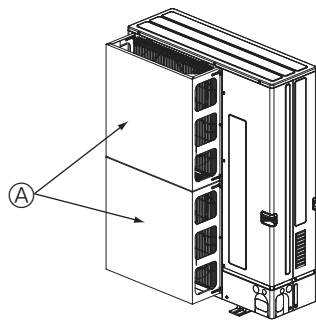

Fig. 2-5
- 2 Τοποθετήστε έναν προαιρετικό οδηγό αέρα, αν πρόκειται να εγκαταστήσετε τη μονάδα σε σημεία όπου υπάρχει το ενδεχόμενο να φυσούν απευθείας στο στόμιο εξαγωγής του αέρα πολύ δυνατοί άνεμοι κτλ. (Fig. 2-5)